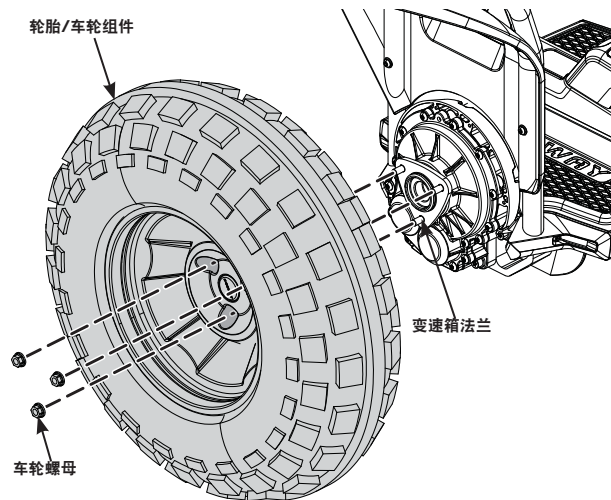

图 71: 拆卸/安装 x2 SE 轮胎/车轮组件
3. 使用一把 13 mm 套筒扳手，卸下三个车轮螺母并丢弃（参见图 71）。
3. 将轮胎/车轮组件放到变速箱法兰上（参见图 71）。